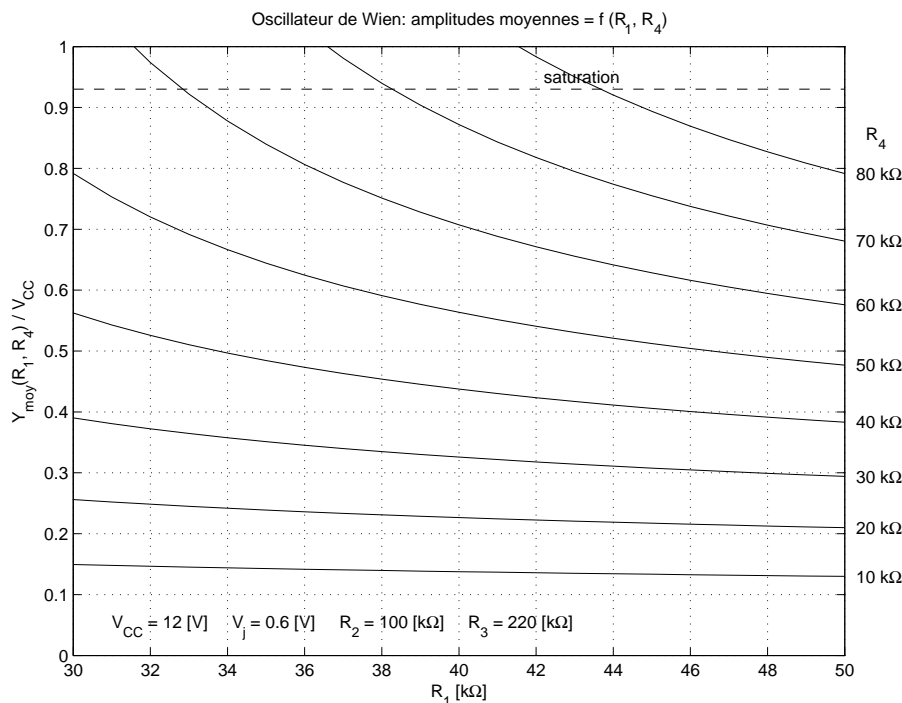

FIG. 5.3: Amplitudes moyennes d'un oscillateur de Wien
5. Considérant que l'on veut obtenir un signal sinusoïdal d'amplitude 6 V et de fréquence 1 kHz avec un oscillateur alimenté en  $\pm 15$  V, recherchez la valeur de ses composants en utilisant les graphes de la figure 5.3. Adoptez des valeurs normalisées.